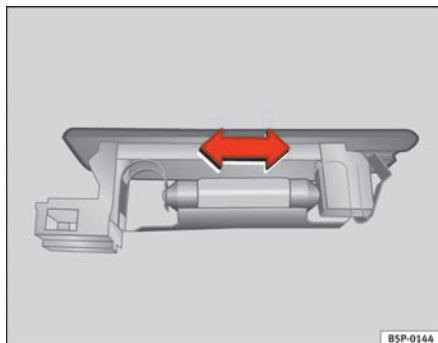

Fig. 168 Bagagerumslys
- Tryk på siden af pæren, og tag den ud af holderen ⇒ fig. 168.